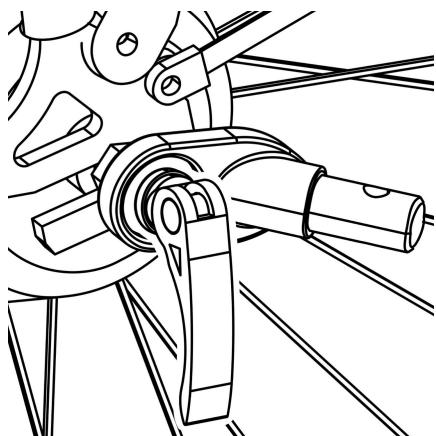

Figura 11
**de liberación rápida :** Retire el mecanismo de liberación rápida del lado izquierdo del eje trasero de la bicicleta. Instale el enganche entre el cierre rápido y el marco. Apriete el cierre rápido siguiendo el manual del fabricante de la bicicleta. El enganche puede permanecer en la bicicleta cuando se retira el remolque ( Figura 11 ).